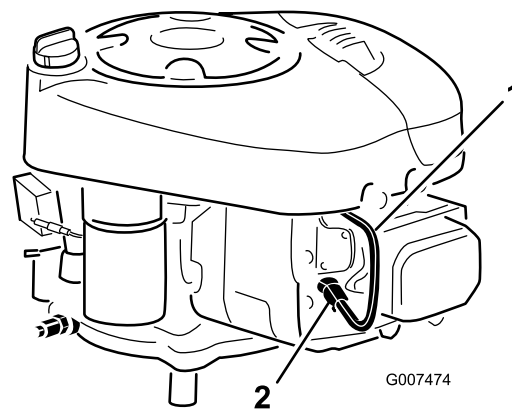

Figure 26
6. Passez sous le corps de la machine, au-dessus de la roue arrière gauche et débranchez le fil de la bougie (Figure 26).
3. Branchez la bougie (Figure 26).